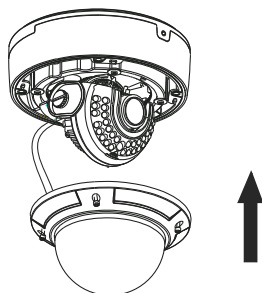

Рис. 5.7. Завершение монтажа
7. Установите купол обратно на видеокамеру, зафиксируйте его винтами и удалите защитную пленку, чтобы завершить монтаж (Рис. 5.7).